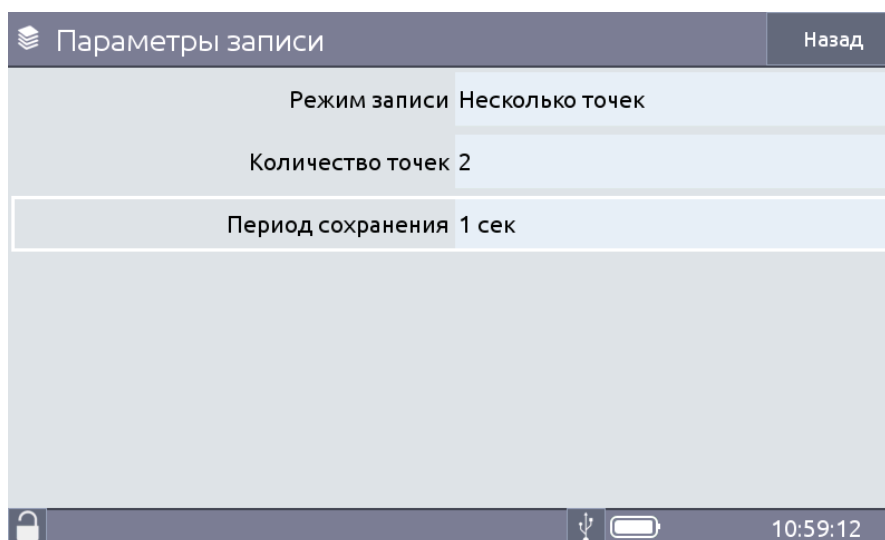

Рисунок 2.71 – Меню «Параметры записи» (режим «Измерение»)
2.8.10.1 По нажатию кнопки «Параметры записи» на экране ИКСУ-3000 появится меню «Параметры записи» (рисунок 2.71).